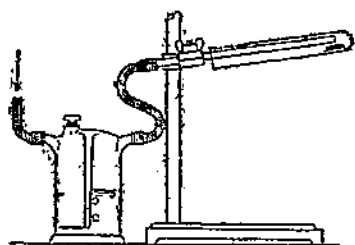

Рис. 79.
Составьте прибор, как указано на рис. 79.
2. В пробирку поместите немного окиси меди и наденьте пробирку на отводную трубку, укрепленную наклонно, как на рис. 79.